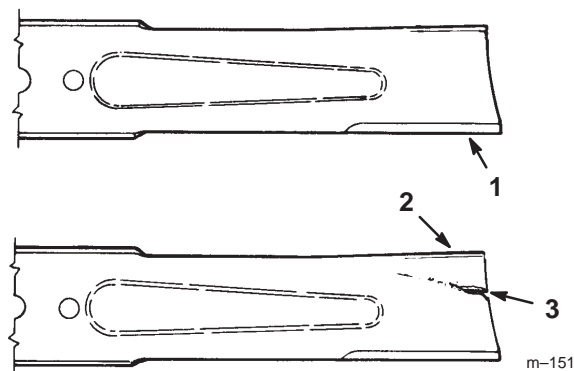

Figure 35
1. Inspectez les tranchants des lames (Fig. 35). Si les lames ne sont pas tranchantes ou si elles présentent des indentations, déposez-les et aiguisiez-les (voir Aiguisage des lames, page 35).
2. Inspectez les lames, surtout la partie incurvée (Fig. 35). Remplacez immédiatement toute lame endommagée, usée ou qui présente une entaille (repère 3 de la Fig. 35).